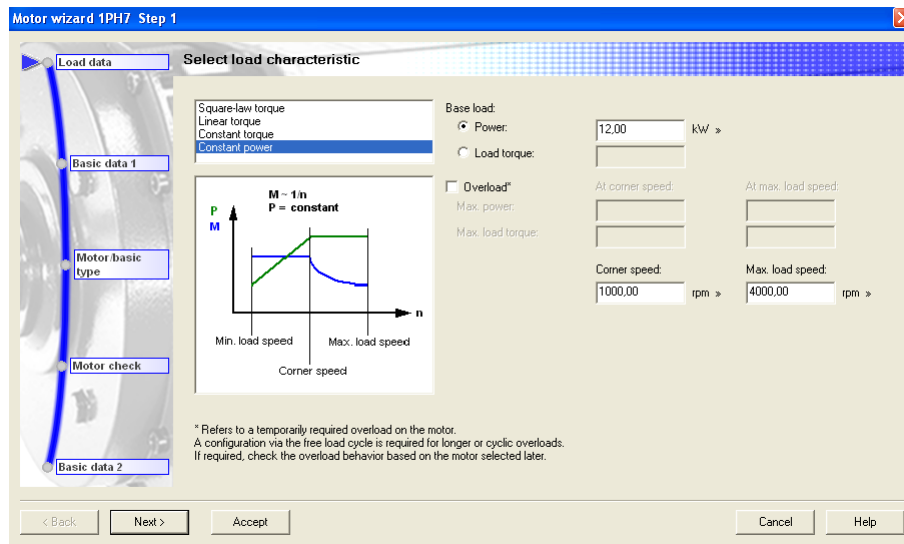

Figura 3.2.81 “Select load characteristic”
Paso 1 *Select load characteristic* (figura 3.2.81): en esta ventana lo primero que se tiene que seleccionar es el tipo de configuración que se desea para el cabezal. Sizer da cuatro opciones: